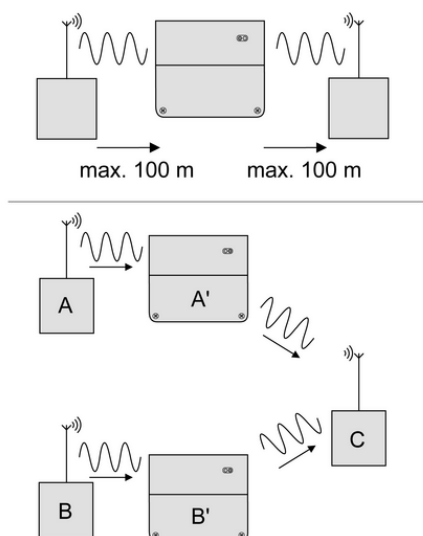

Figure 3
- Installation de plusieurs répéteurs dans une installation, par ex. deux émetteurs **A + B** émettent vers un actionneur **C** (figure 3)